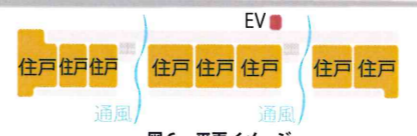

図6. 平面イメージ
- 1フロアに最大3戸の集合体とする分節型プランで規模感を極力軽減し、住宅の多いまちなみに馴染むようにします。【図6】